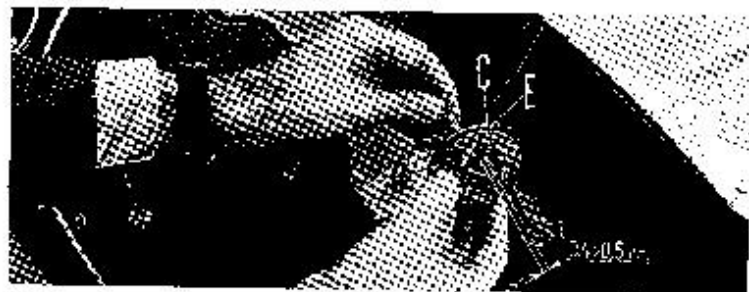

Fig. 21
3. - Ruotare a mano detto albero per verificare che l'apertura max delle puntine del ruttore sia di $0,4 \pm 0,5$ mm.: se non lo fosse, portarvela dopo aver allentato la vite « C » di fissaggio squadretta ruttore (fig. 21).